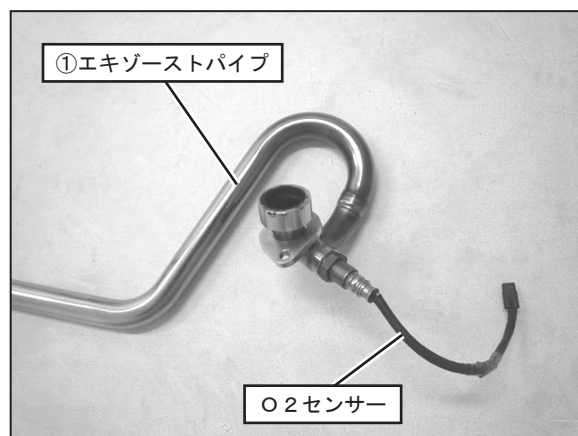

FIG. 9
9. 純正マフラーからO2センサーを外し、①エキゾーストパイプに取り付けて規定トルクで締め付けて下さい。(FIG. 9 参照)